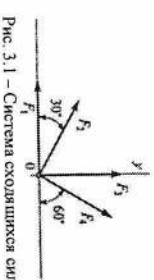

Рис. 3.1 – Система сходящихся сил
22) Рассчитать проекцию равнодействующей системы сходящихся сил на ось Ox рис. 3.1: